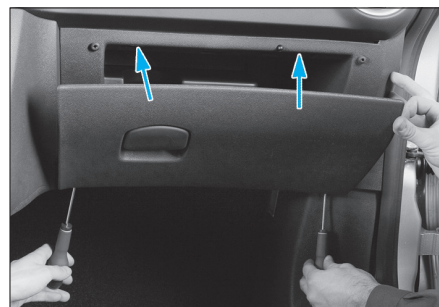

Fig. 1
- Déposer la boîte à gants (4 vis) (Fig.1).